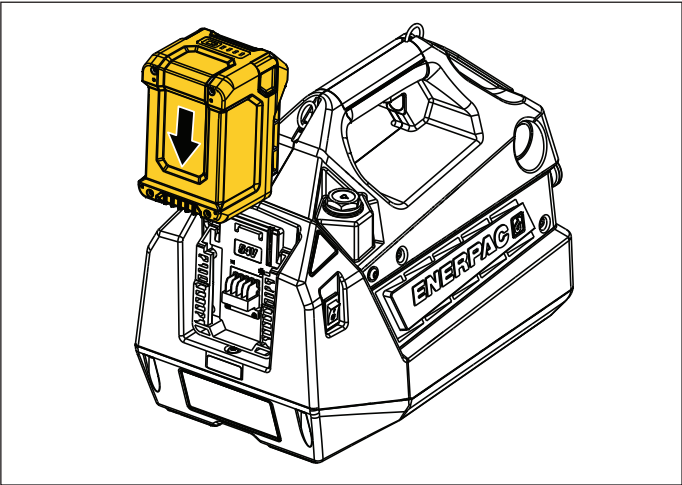

Figura 7: Bateria - Instalar
- **Para instalar a bateria na bomba:** Deslize a bateria para baixo na interface da bateria na parte traseira da bomba. Certifique-se de que ele encaixe firmemente no lugar. Veja Figura 7.